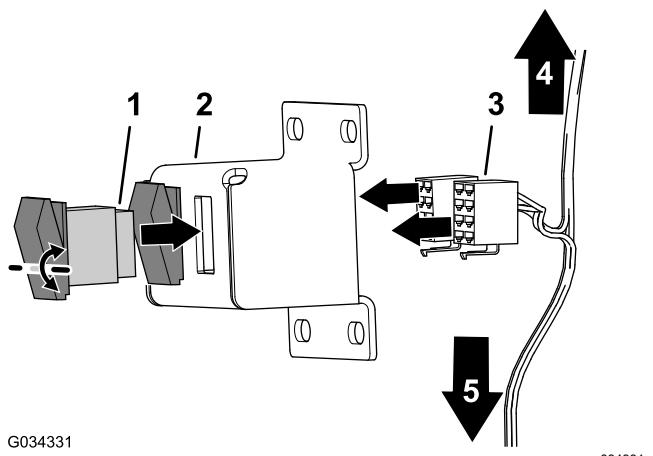

Figura 2
1. Alinee el interruptor basculante con la abertura en el soporte del interruptor (Figura 2).
2. Introduzca el interruptor en la abertura hasta que el enganche en el interruptor encaje en su posición (Figura 2).
4. Conecte los conectores hembra de 8 vías del arnés de cables en los conectores de 8 pines de los interruptores basculantes (Figura 2).